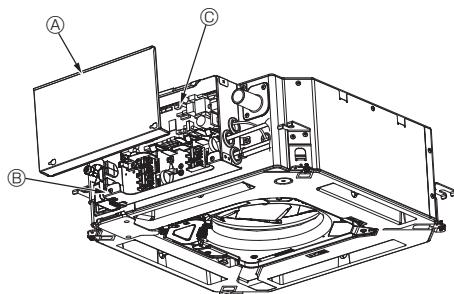

Fig. 5-7
- 1.Elektrikli aksam kapağını sabitleyen iki vidayı gevşetin, sonra kaydırarak kapağı çıkarın. (Fig. 5-7)